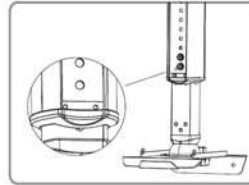

Figure 7
2. Stellen Sie die Höhe der Halterung ggf. erneut auf Ihre Anforderung ein. Hierzu lösen Sie die beiden Schrauben am Haupt- und Verlängerungsrohr. (Fig.7).